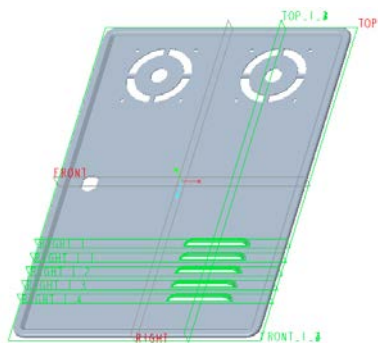

图 6-143 阵列结果
(3) 输入第一方向的阵列成员数为“5”。
(4) 在“阵列”选项卡中单击 (完成) 按钮, 阵列结果如图 6-143 所示。